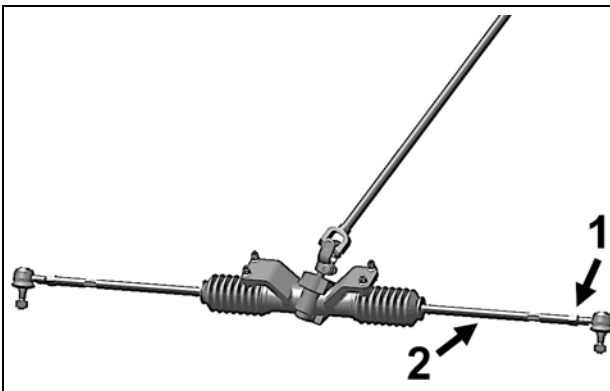

Figure 18
Pour effectuer ces ajustements sur le VTT, débloquer d'abord l'écrou (1) de chaque barre d'accouplement et visser ou dévisser ensuite la tige de direction (2) d'un nombre égal de tours des deux côtés du véhicule. Voir la Figure 18.